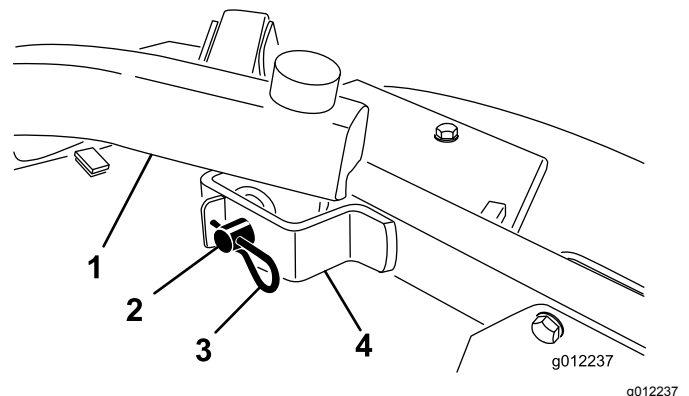

Bild 21
4. Nehmen Sie die Splints und Lastösenbolzen ab, mit denen die Hubarme an den Halterungen der Laufradarme befestigt sind (Bild 21).